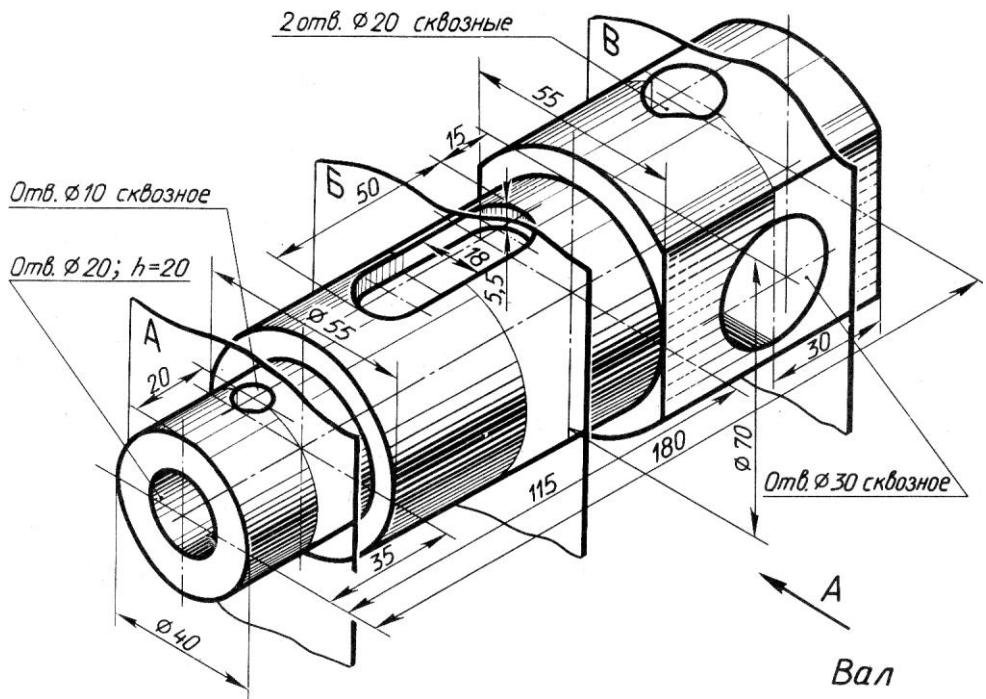

Рис. 4.
1. По рис. 4 выполнить главный вид детали, расположив ось вращения горизонтально и выполнив необходимые частичные разрезы.